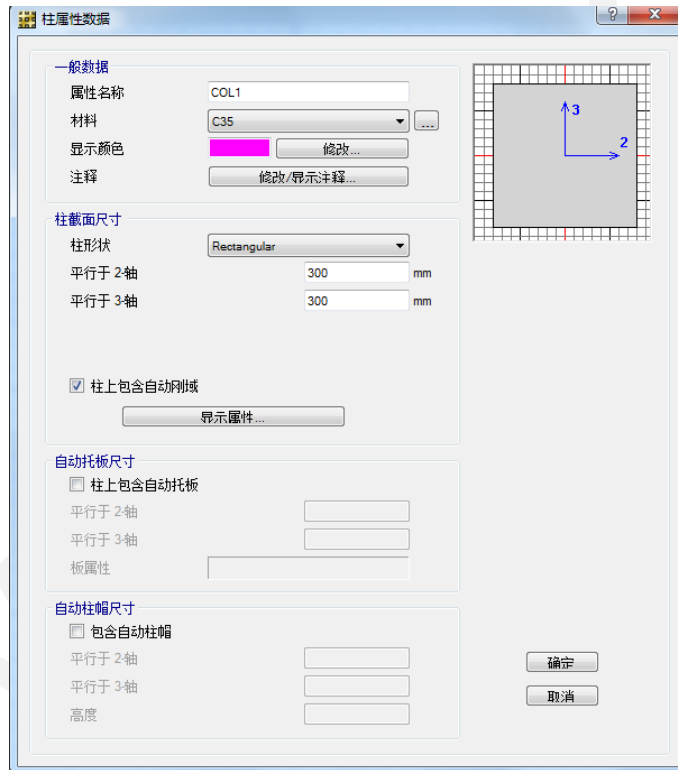

图 15 柱属性数据对话框
- C. 点击**修改/显示属性**按钮打开柱属性数据对话框，如图 15 所示。本例中柱截面为  $300 \times 300 \text{mm}^2$ 。